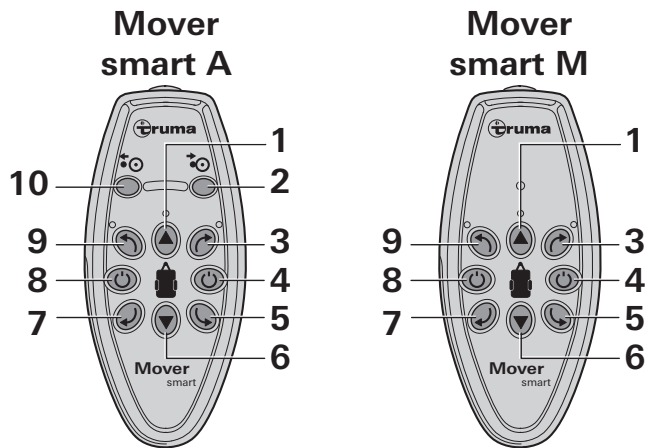
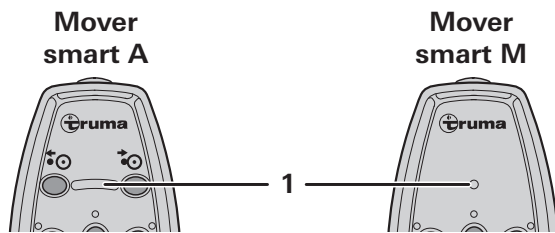

Figure 2
Figure 6
- Appuyer sur la touche (Fig. 2 - 8) de la télécommande jusqu'à ce que les LED s'allument (Fig. 6 - 1).
! L'interrupteur à coulisse latéral de la télécommande (Fig. 2 - 4) sert aussi d'« interrupteur d'arrêt d'urgence ». En cas de problèmes, par ex. de comportement incontrôlé du système de manœuvre, il faut régler immédiatement l'interrupteur à coulisse latéral sur « ARRÊT ».
- À l'aide des touches directionnelles (Fig. 2 - 3/5/6/7/9) déplacer la caravane dans la direction souhaitée.
i En appuyant simultanément sur les touches directionnelles opposées (Fig. 2 - 5/9 ou 3/7), la caravane tourne autour de son propre axe dans la direction choisie.
- Pendant la marche (avant/arrière), le sens de marche peut être modifié à l'aide des touches directionnelles (Fig. 2 - 3/9 et 5/7).
- Appuyer sur la touche (fig. 2 - 4) de la télécommande. L'éclairage LED s'éteint.